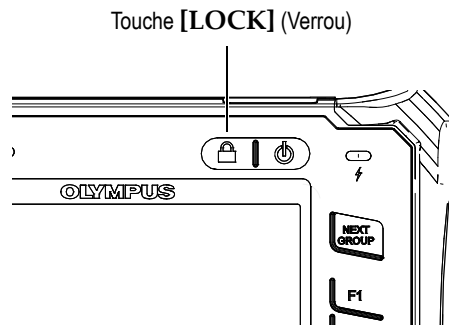

Figure 2-7 Configuration avec molette de réglage — Touche **[LOCK]**
- La touche **[LOCK]** (Verrou) [configuration avec la molette de réglage seulement] verrouille automatiquement tous les paramètres afin d'éviter les modifications accidentelles lors de l'utilisation de la molette (voir la Figure 2-7 à la page 36).